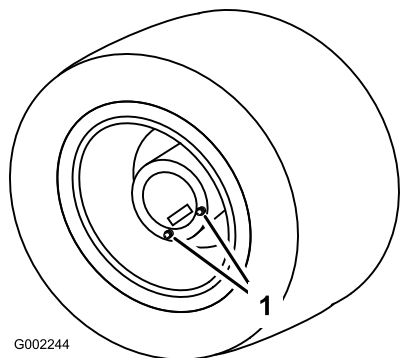

図 49
1. 平らな場所で点検/ドレンプラグが一番下の位置ドレン位置にくるようにして駐車する(図 49)。
3. ドレンプラグの下に容器を置き、プラグを外す(図 49)。